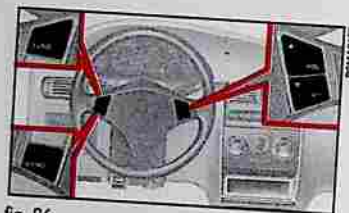
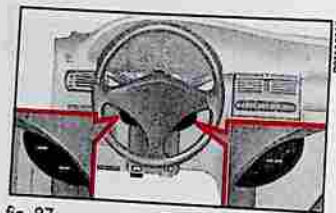

fig. 86
fig. 87
– Commandes au volant (lorsqu'elles sont prévues) fig. 86 et fig. 87.